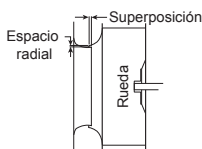

Figura 5
6. Gire la rueda con la mano para asegurarse de que no haya fricción y que gire libremente. Consulte la Figura 5 y el cuadro para obtener las dimensiones adecuadas del espacio radial y de superposición.